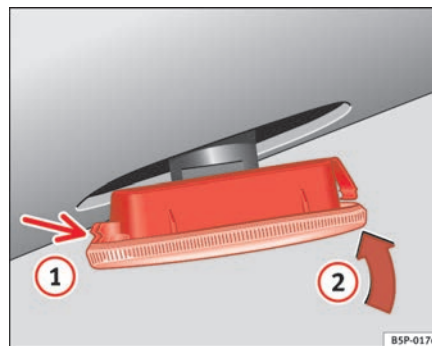

Abb. 159 Seitliche Blinker
- Den Blinker durch Einrasten der Halterungen **①** ⇒ Seite 238, Abb. 159 zuerst in die Aufnahme in der Karosserie und anschließend den Blinker in Richtung von Pfeil **②** ⇒ Seite 238, Abb. 159 einsetzen. ■